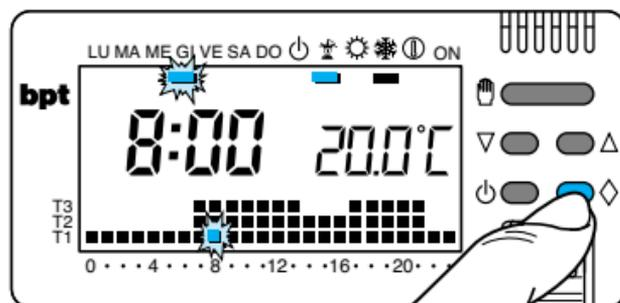

Fig. 44
9.8 - Premere il pulsante \diamond (fig. 44). Compare il segmento sotto il simbolo ♁ a conferma dell'assegnazione del programma per quel giorno.